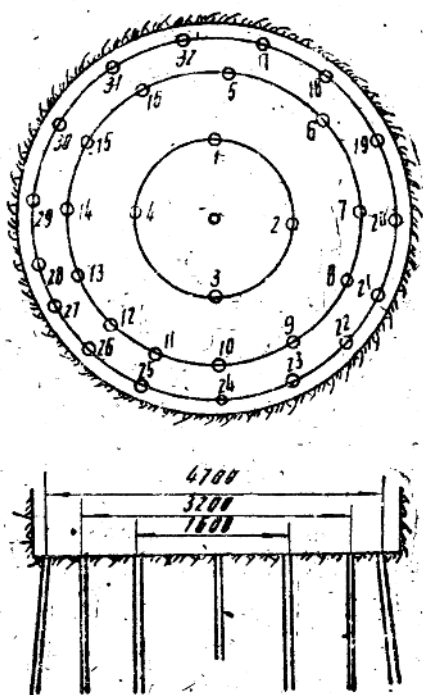

图 5 砂質頁岩中炮眼布置图
25.4公斤，爆破后进尺1.5米，火藥单位消耗量为0.76公斤/立方米(以所鑽岩石体积計算，下同)，16.9公斤/米(进尺)，雷管消耗量为0.79个/立方米，16个/米。(2)砂質頁岩中的炮眼布置如图5，中心眼深1.3米，其余1.7米，炮眼傾斜角度如(1)項，其中1~4号眼装藥量为1.0公